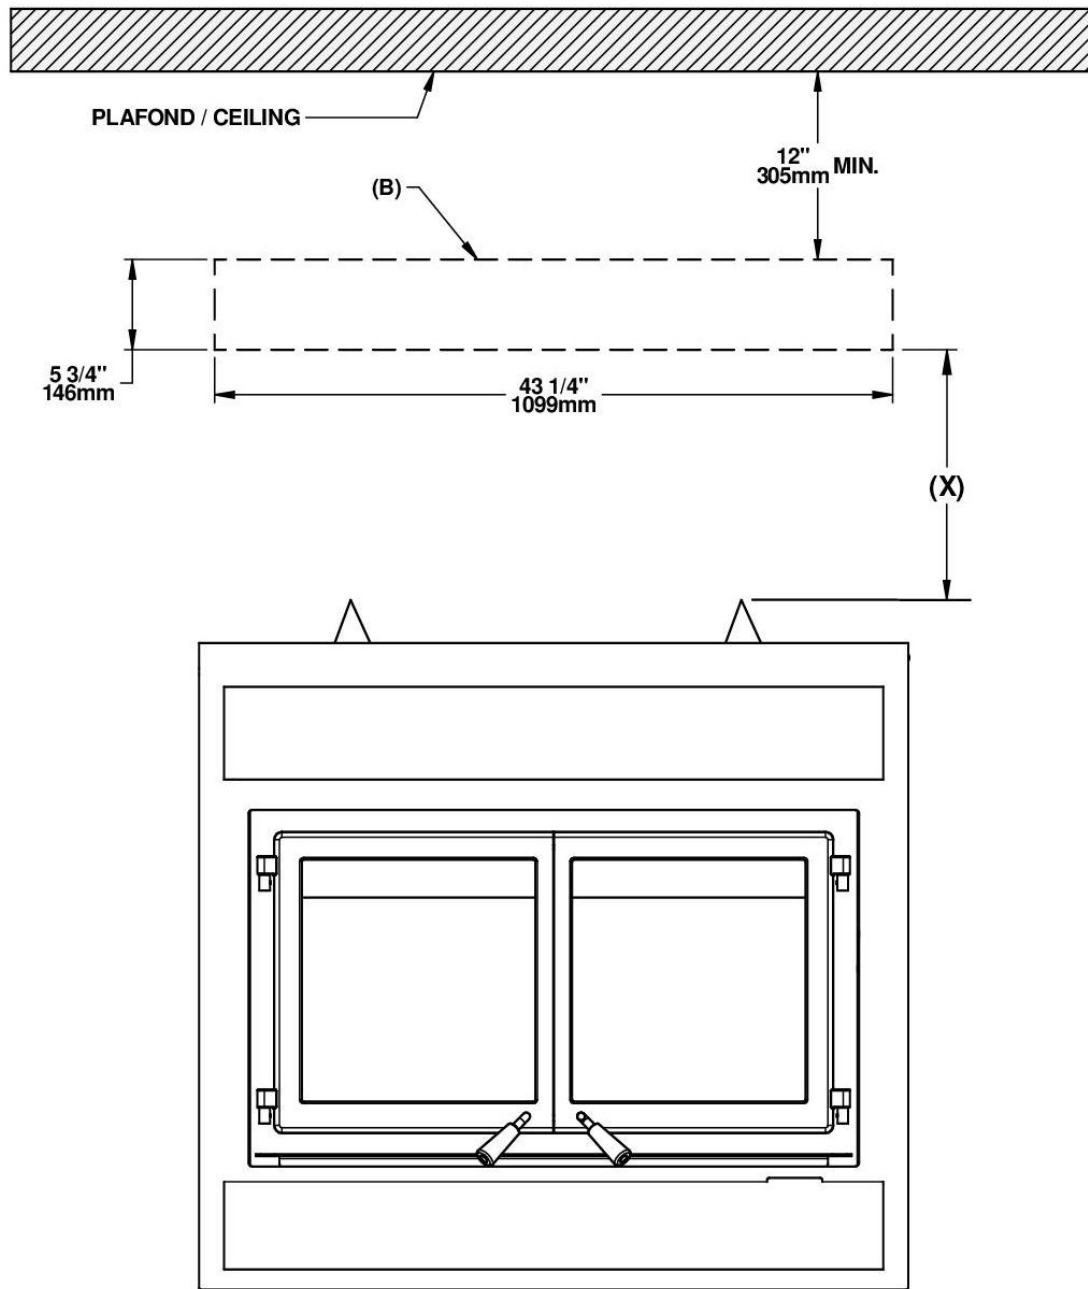

Figure 1 : Emplacement du support de grille
Déterminer l'emplacement du support de grille **(B)** au-dessus du foyer selon la Figure 1.
1. Construire un cadre **non combustible** selon les dimensions montrées sur la Figure 1.